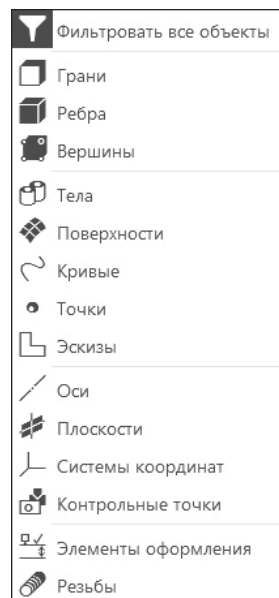

Рис. 23.2. Выпадающее меню **Выделить**: **Фильтровать все объекты**
- ♦ из **Строки Главного меню** ► **Выделить** ► **Фильтровать все объекты** (рис. 23.2);